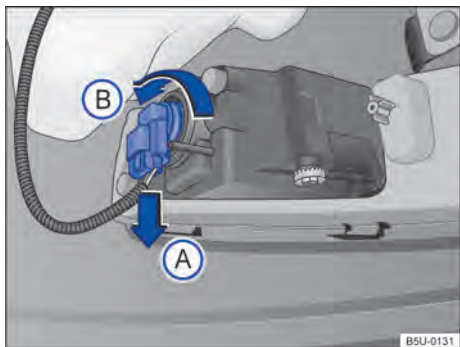

Fig. 182 Atrás do para-choque dianteiro: acesso à lâmpada incandescente do farol de neblina.
- 2 Desencaixar o conector de alimentação da lâmpada → Fig. 182 no sentido da seta (A), pressionar, ao mesmo tempo, a trava de fixação do conector.
- 3 Girar o soquete da lâmpada → Fig. 182, no sentido anti-horário da seta (B), e desencaixá-lo do alojamento.